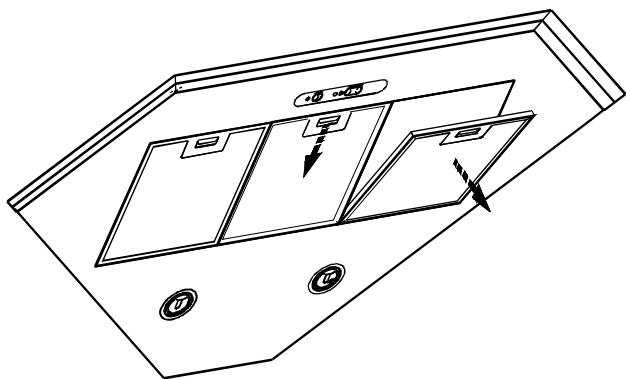

РИС. 8
8.3 Для очистки фильтра извлеките его из зонта (рис. 8) и произведите очистку с помощью щетки горячим водным раствором нейтрального моющего средства вручную или в посудомоечной машине (при 60°C).
- перед установкой зонта снимите алюминиевые фильтры (рис. 8);